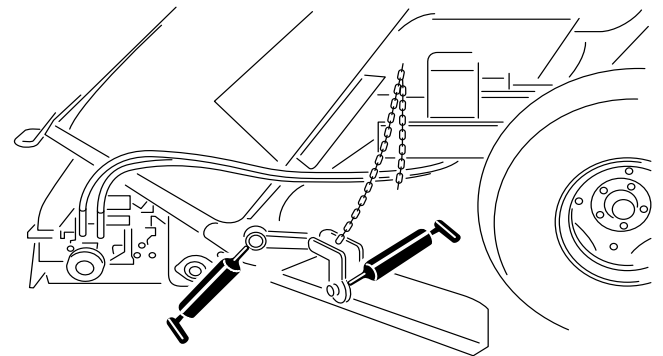

Figura 38
- Suporte da lâmina de enleiramento (Figura 38)
- Cubo da lâmina de enleiramento (Figura 38)